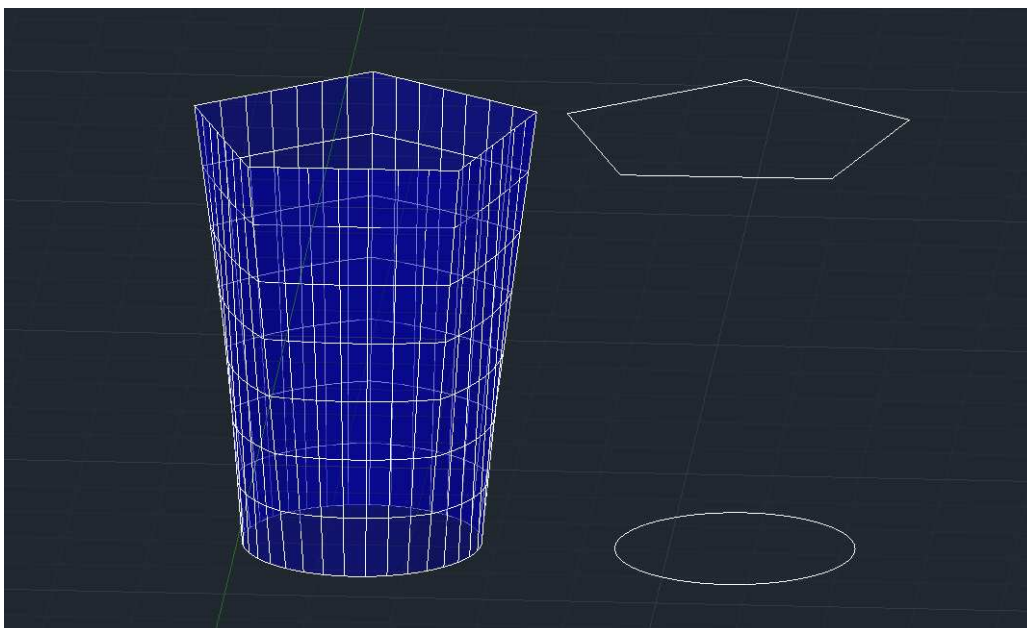

Figura 9. Ejemplo de superficie solevada.
| Figura 9. Ejemplo de superficie solevada..... | 9 |
- **Solevado.** Vamos a tener las mismas opciones ya vistas en cuanto a objetos 3D sólidos, es decir que va a tener la misma sistemática, pero en lugar de crear un sólido 3D nos va a crear una superficie. Por lo tanto, elegiremos en primer lugar una sección y a continuación las siguientes por las que queramos que vaya pasando nuestra superficie solevada como podemos apreciar en la figura 9. Después podremos editarla de igual manera que para los sólidos 3D, como por ejemplo adecuar una trayectoria que siga dicho solevado, definida anteriormente con una curva.